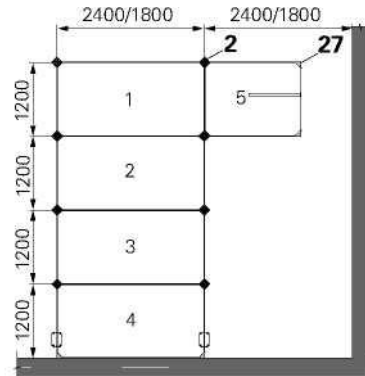

Fig. A6.10
7. Pendurar o painel 5 junto com o inserto de canto (27) na cavilhada placa flyplate no cabeçal de caída ADH (2). (Fig. A6.10)
8. Fixar o auxiliar de cofragem AD (6) na guia B (1.4) para oscilar no sentido mais curto. (Fig. A6.10)
9. Rodar o painel 5 com a inserção de canto (27) para cima com o auxiliar de cofragem AD (6) e manter como bastidor temporário.